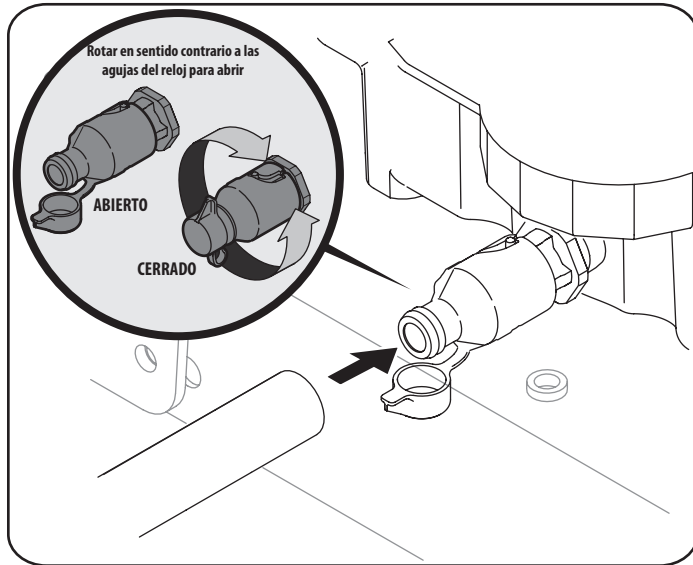

Figura 20
- Abra la tapita protectora del extremo de la válvula de drenaje para visualizar el orificio de drenaje. Consulte el recuadro de Figura 20.
- Empuje ligeramente la válvula de drenaje de aceite y gire hacia la izquierda para abrir y permitir el flujo de aceite. Consulte la Figura 20.